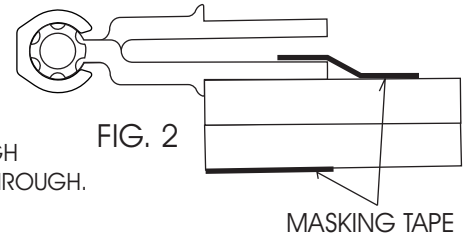
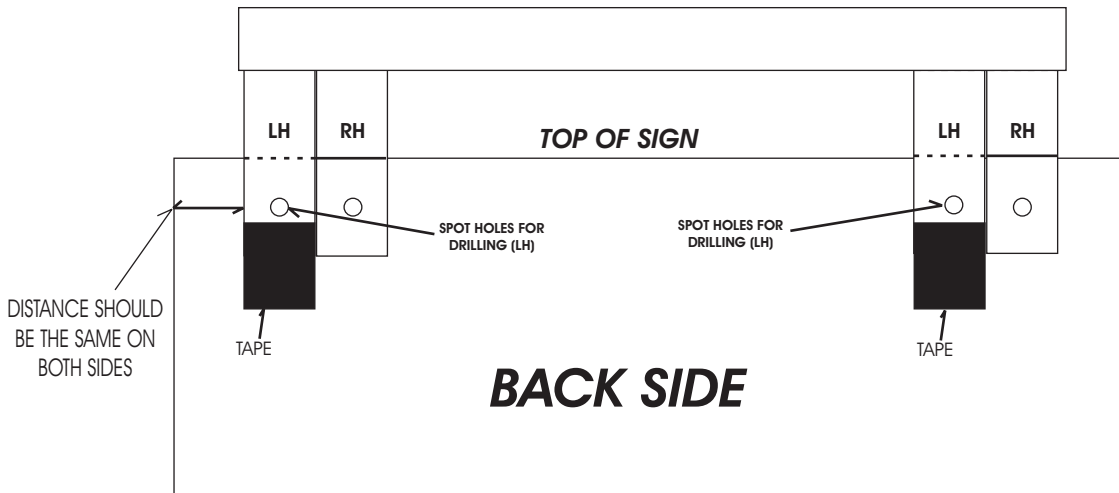

FIG. 2
FIG. 3
1. PLACE HINGE ON BACK SIDE OF GRAPHIC FACE AS SHOWN IN FIG. 2.
2. CENTER THE HINGE SO THE MEASUREMENT IS THE SAME ON BOTH SIDES OF THE HINGE AS SHOWN IN FIG. 3 AND SECURE HINGE TO SIGN FACE ON LEFT HAND HINGE PIECES **ONLY** WITH MASKING TAPE (FIG 2). ON THE GRAPHIC SIDE OF BOTTOM SHEET, PLACE MASKING TAPE UNDER WHERE THE DRILL POINT WILL BREAK THROUGH FOR BOTH HOLES (FIG 2) AND MAKE SURE SIGN FACES ARE SUPPORTED WHEN DRILLING THROUGH. THE USE OF A DRILL PRESS IS HIGHLY RECOMMENDED
3. ON THE LEFT HINGE PIECES **ONLY** SPOT HOLE LOCATION - FIG 3.